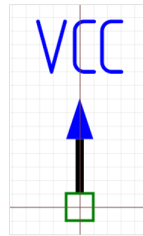

Рис. 69 Порт VCC
- VCC (Питание) – обозначения входа питания, см. Рис. 69.